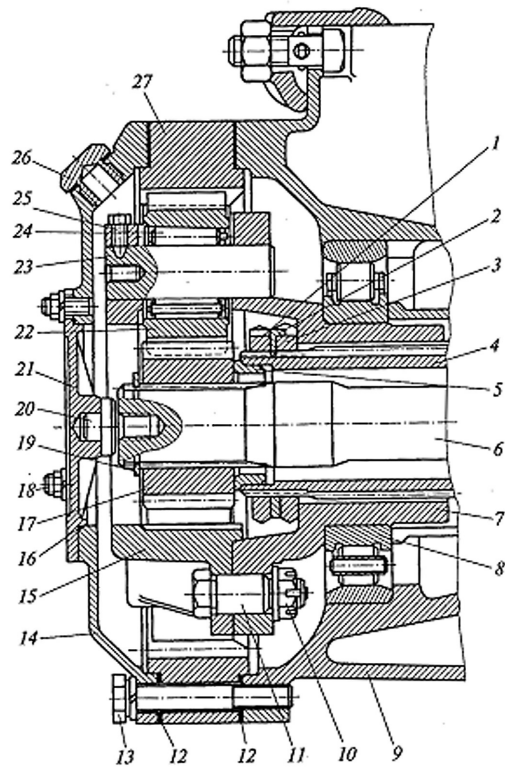

Рис. 5. Колесная передача
- 1) гайкой (23)
- 2) клапаном (3)
- 3) шайбами (27)
- 4) сальником (11)
20. ПОРЯДОК ПРОХОЖДЕНИЯ КРУТЯЩЕГО МОМЕНТА В КОЛЁСНОЙ ПЕРЕДАЧЕ НА РИС. 5